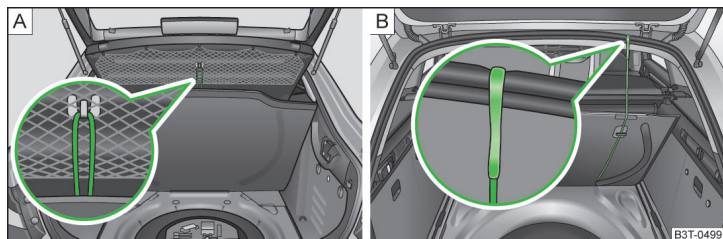

Fig. 102 Fixation du revêtement du coffre à bagages : Superb / Superb Combi
- Superb : à l'aide de la boucle à l'un des crochets de la tablette du coffre à bagages » fig. 102 - **A**.
- Superb Combi : à l'aide du crochet sur le châssis du hayon du coffre à bagages » fig. 102 - **B**.